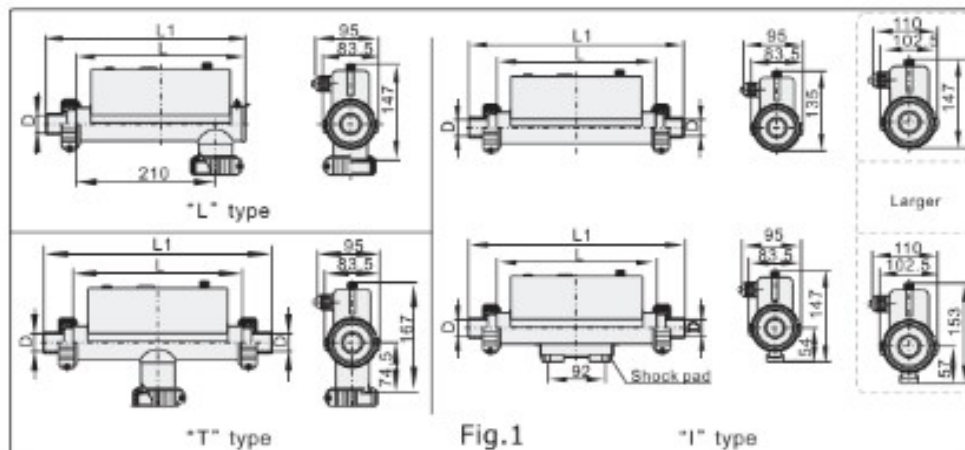

Fig.1
2.1 - Le chauffe-eau doit être installé horizontalement. Pour les dimensions et la position du réchauffeur pour le support et la fixation, reportez-vous à la Figure 1.